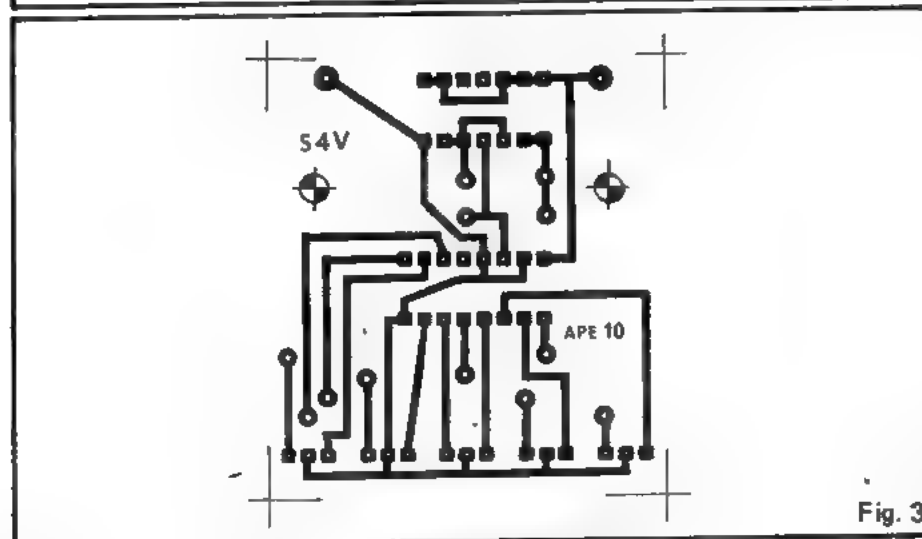

Fig. 3
cionados, é visto no "chapeado" (fig. 3), em todos os detalhes. Atenção ao posicionamento dos TRIACs (todos com a lapela metálica voltada para a borda da placa), transistores, diodos e capacitor eletrolítico. Qualquer inversão na colocação de um desses componentes, será "fatal" (para o funcionamento e para a "integridade" do próprio componente. . .). Cuidado também no posicionamento do Integrado (marquinha voltada para a esquerda, com a placa na posição ilustrada). Notar ainda as codificações adotadas para as ilhas periféricas, às quais serão feitas as conexões externas à placa. Os pontos (+), (-) e (Z) são dotados de duas ilhas cada, apenas para facilitar o "enfileiramento" de vários módulos (simplificando a cabagem inter-módulos).
A primeira providência é a confecção (ou "reconhecimento") da placa de Circuito Impresso, cujo lay-out (em tamanho natural) está na fig. 3. O importante é reproduzir fielmente (ou conferir cuidadosamente, no caso de aquisição em KIT...) o desenho, já que da qualidade e perfeição da placa